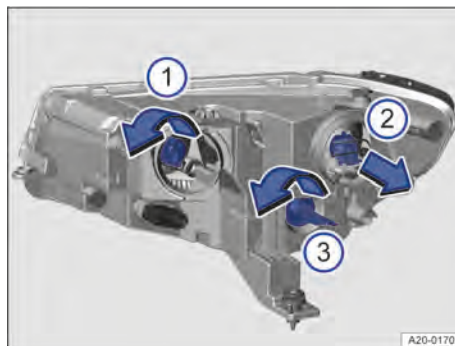

Abb. 190 Im Frontraum: Glühlampen im rechten Frontscheinwerfer ersetzen.
2. Lampenhalter bis zum Anschlag in Pfeilrichtung drehen und nach hinten herausziehen → Abb. 190 ①.
4. Lampenhalter in den Scheinwerfer einsetzen und entgegen der Pfeilrichtung bis zum Anschlag drehen → Abb. 190 ①.
2. Lampenhalter in Pfeilrichtung herausziehen → Abb. 190 ②.
4. Lampenhalter in den Scheinwerfer einsetzen und entgegen der Pfeilrichtung hineindrücken → Abb. 190 ②.
1. Lampenhalter bis zum Anschlag in Pfeilrichtung drehen und nach hinten herausziehen → Abb. 190 ③.
3. Lampenhalter in den Scheinwerfer einsetzen und entgegen der Pfeilrichtung bis zum Anschlag drehen → Abb. 190 ③.